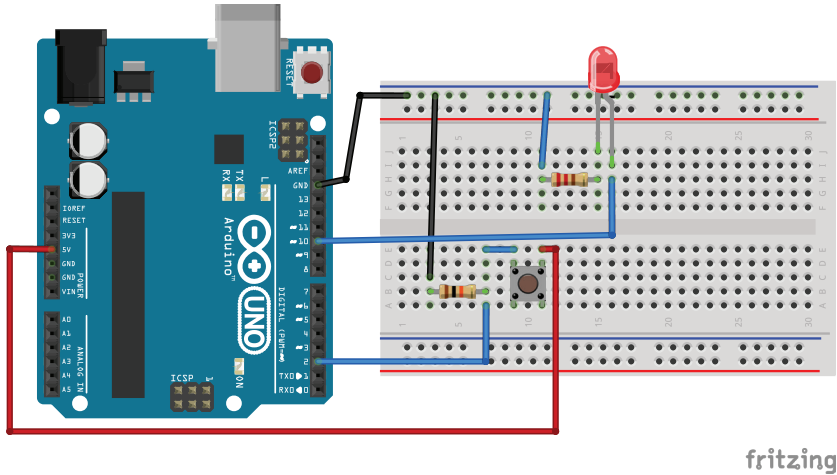

Рис. 2.1. Схема подключения кнопки и светодиода
В данном эксперименте мы будем использовать контакт D2 Arduino в качестве входа. Это позволяет подключить к нему кнопку для взаимодействия с проектом в режиме реального времени. При использовании Arduino в качестве входов используют pull-up- и pull-down-резисторы, чтобы вход Arduino не находился в «подвешенном» состоянии (в этом состоянии он будет собирать внешние наводки и принимать произвольные значения), а имел заранее известное состояние (0 или 1). Резисторы pull-up подтягивают вход к питанию +5 В, pull-down-резисторы подтягивают вход к GND. Кроме этого, pull-up- и pull-down-резисторы гарантируют, что кнопка не создаст короткого замыкания между +5 В и землей при нажатии. В нашем эксперименте для подключения кнопки мы будем использовать pull-down-резистор. Схема подключения представлена на рис. 2.1. Когда кнопка отключена, вход D2 будет подтянут к «земле» через резистор номиналом 10 кОм, который будет ограничивать поток тока, и на входном контакте будет установлено значение напряжения LOW. При нажатии на кнопку входной контакт напрямую связан с 5 В. Большая часть тока будет протекать по пути наименьшего сопротивления через замкнутую кнопку, и на входе генерируется уровень HIGH. При
1. Длинную ножку светодиода (анод) подключаем к цифровому выводу D10 Arduino, другую (катод) – через резистор 220 Ом к выводу GND (см. рис. 2.1).
2. Один вход кнопки подключаем к +5 В, другой – через резистор 10 кОм к GND, выход кнопки подключаем к входу D2 Arduino (см. рис. 2.1).